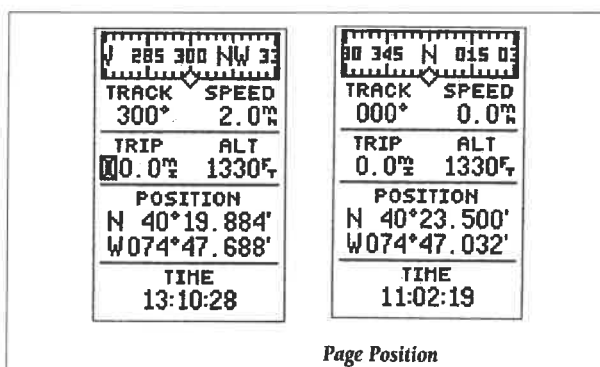

Fig. 3
selon l'usage des États-Unis, la longitude étant comptée de 0 à 180° Est (E) ou Ouest (W). Voir figure 3.